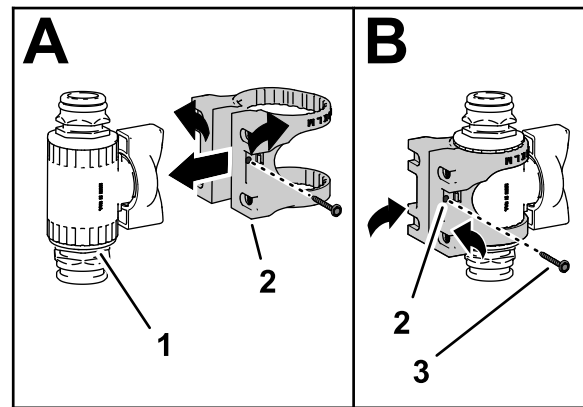

Bild 27
4. Befestigen Sie die Ventilhalterung an ein gerades Regelventil, wie in A in Bild 27 dargestellt.
5. Befestigen Sie die Ventilbefestigung mit dem Bundbolzen (Gr. 6) am Regelventil und ziehen ihn mit der Hand an (B in Bild 27).